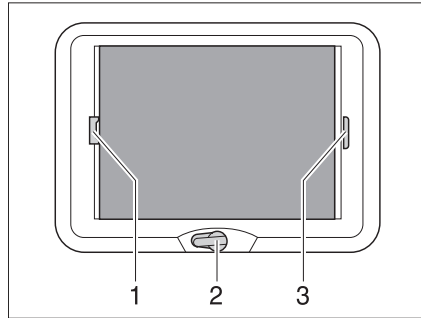

Fig. 68 Claraboya de manivela
**Abrir:** ■ Girar la manivela (Fig. 68,2) hasta que se note resistencia (ángulo de apertura máx. 70°).
**Cerrar:** ■ Tirar del asidero (Fig. 68,3) del estor plegable y soltarlo en la posición deseada. El estor plegable se queda fijo en esta posición.
**Cerrar:** ■ Tirar del asidero (Fig. 68,1) de la protección contra insectos hacia el asidero opuesto del estor plegable (Fig. 68,3) y hacerlos engatillar.
**Abrir:** ■ Presionar el tirador de la protección contra insectos (Fig. 68,1) por la parte de atrás hacia arriba y desengancharla del estor plegable (Fig. 68,3).